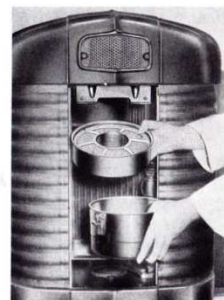

Fig. 22
- Vérifier l'huile du filtre à air (fig. 22). Si l'on constate des dépôts, la remplacer après avoir nettoyé soigneusement le bol du filtre. Respecter le niveau indiqué sur le bol. Employer une huile moteur SAE 20 ou SAE 30.